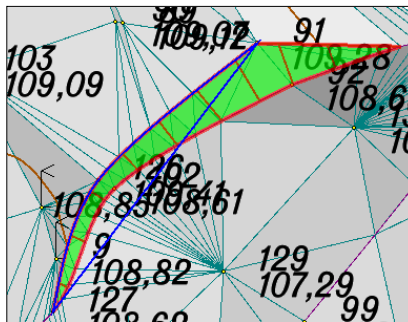

Рис. 6.12
- В результате получим **Обрыв** вида (рис. 6.12). Примените построение.